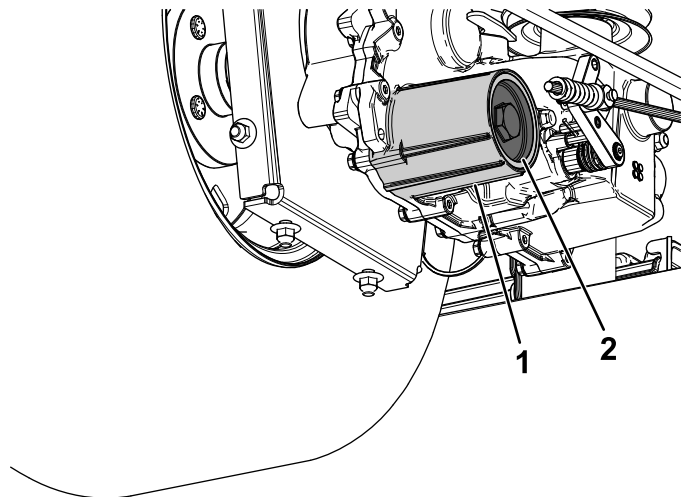

Figura 70
7. Rimuovete la copertura del filtro del fluido idraulico dal transaxle per spurgare il fluido (Figura 70).